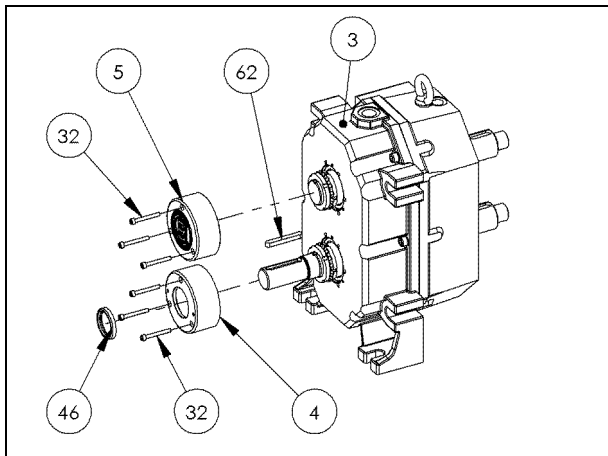

Fig. 16-8. Smontaggio cassa ingranaggi fase 1.
2. Rimuovere i coperchi copri-alberi (Fig. 16-8):
26. Assemblare, seguendo la procedura a ritroso i coperchi copri-alberi (Fig. 16-8).